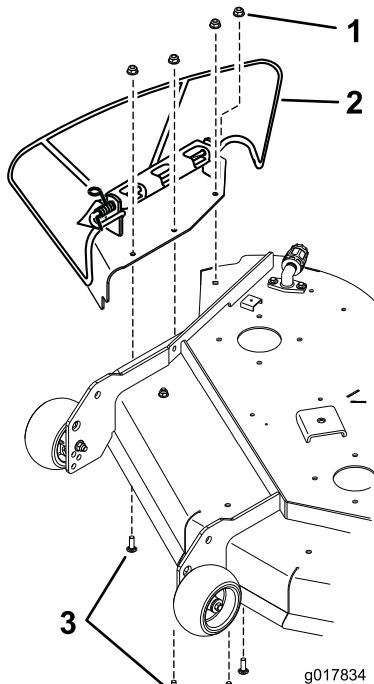

Figure 19
1. Déposez l'ensemble de la plaque comprenant l'éjecteur latéral (Figure 19). Le déflecteur sera démonté en même temps. Réservez ce matériel et l'ensemble de la plaque.